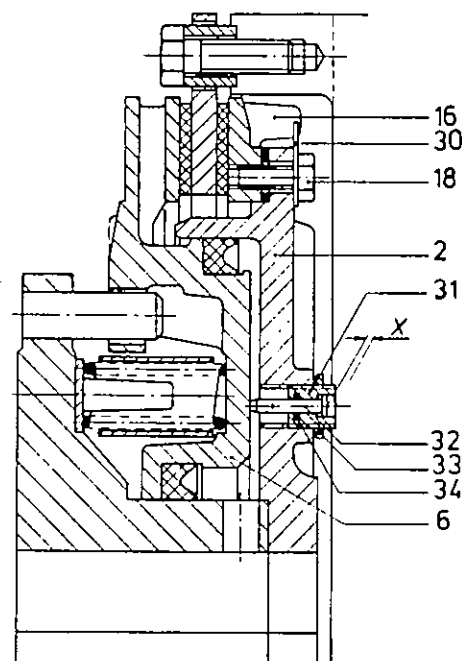

Abb. 3
Luftmenge und Verschleiß der Beläge verändern den Ausschaltverzug wesentlich. Auf Anforderung können Bremsen ab Größe 61 mit reduziertem Zylindervolumen geliefert werden. Dadurch wird die ausströmende Luftmenge gering gehalten, zugleich verringert sich jedoch der sonst mögliche Verschleißweg der Lamelle. Das wird vermieden durch Anordnung eines Verschleißausgleiches in Form von Füllstücken (30) in Verbindung mit einer Verschleißanzeige (Abb. 3).